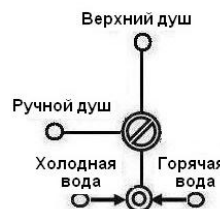

Рис.12
4. Подключение к системе водоснабжения (рис.12, 13)
Совместите крепежные отверстия на собранных задних стенках и на каркасе фронтальной стенки, соедините их с помощью саморезов 4*8 /33/ (рис.12).